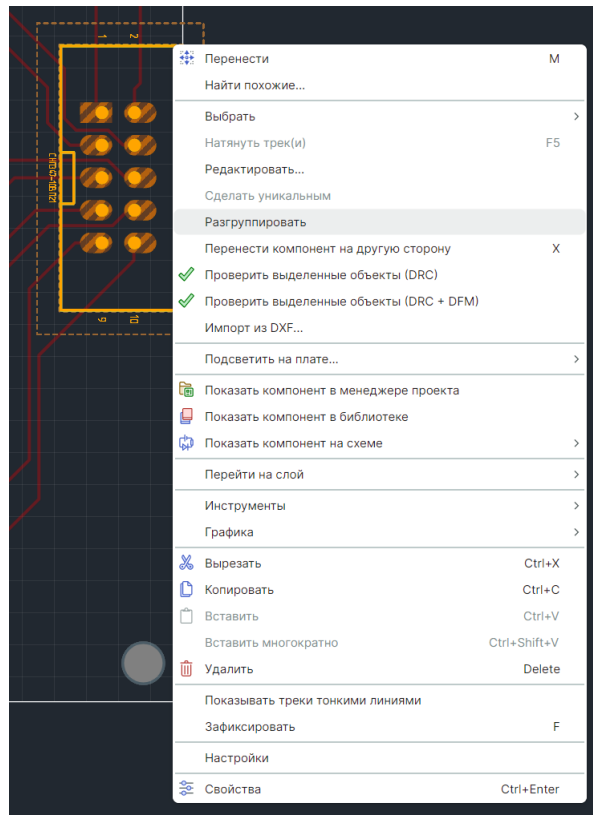

Рис. 192 Разгруппировка графического
2. В контекстном меню выберите пункт «Разгруппировать», см. Рис. 192;